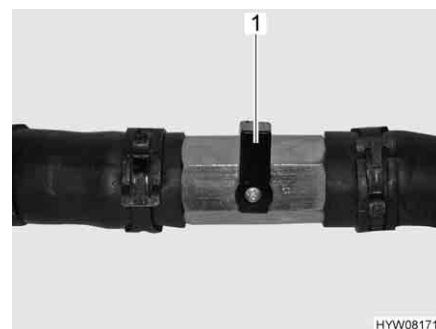

Fig. 107 Rubinetto chiuso
- Posizionare la leva (Fig. 107,1) verticalmente rispetto alla tubazione (Fig. 107).